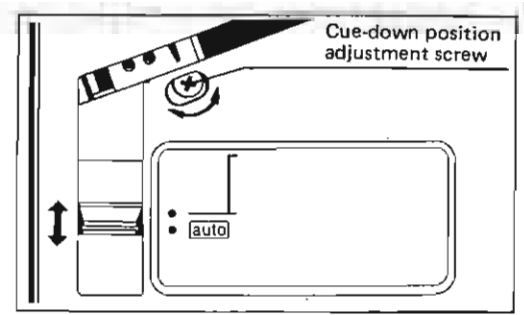

Fig. 26
- During programmed play, if the stylus tends to come down too far out, turn the screw clockwise. (Fig. 26)
*Wenn die Abtastnadel beim programmierten Abspielen generell zu weit außen abgesenkt wird, die Schraube im Uhrzeigersinn drehen. (Abb. 26)